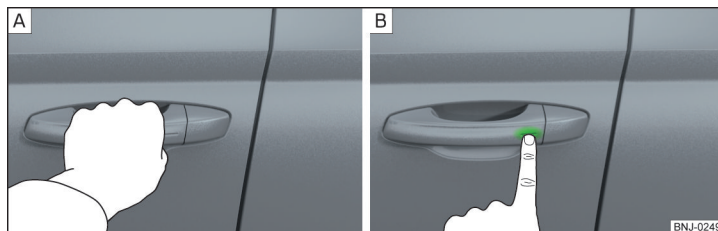

Fig. 31 Descurierea / încuierea autovehiculului
- Trageți de mânerul portierei, pentru a **descuia** autovehiculul » fig. 31 - A.
- Pentru a **încuia** autovehiculul, atingeți cu degetul senzorul din mânerul portierei » fig. 31 - B.